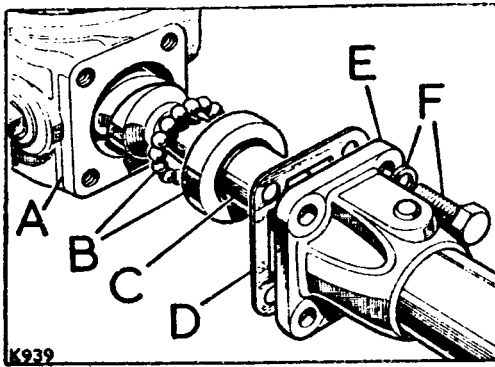

Fig. G1-47.- Caja de engranajes y columna de dirección
1.3.- Sujutando la columna de la dirección en un tornillo de banco se soltarán los tornillos, (Fig. G1-47), de fijación de la caja de engranajes, y seguidamente, utilizando un mazo, se golpeará sobre la barra de la dirección, C, por el extremo correspondiente al volante, para separar parcialmente la caja.